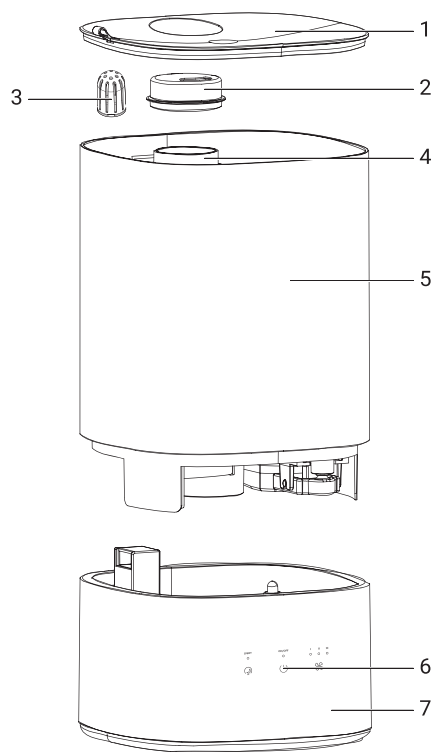

Рис.1.
1. До начала чистки необходимо выключить прибор кнопкой переключения режимов (рис. 1) и отключить устройство от сети.
2. Снимите крышку распылителя и выньте емкость для воды (рис. 1). Слейте воду из основания прибора. Следите за тем,